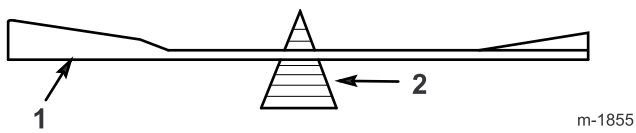

Bild 41
2. Prüfen Sie die Auswuchtung jedes Messers auf einer Ausgleichsmaschine (Bild 41).